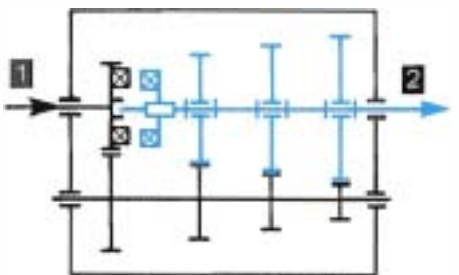

Figure 3.4 • Trains d'engrenages à trois arbres.
- un montage de trains parallèles à trois arbres (figure 3.4).